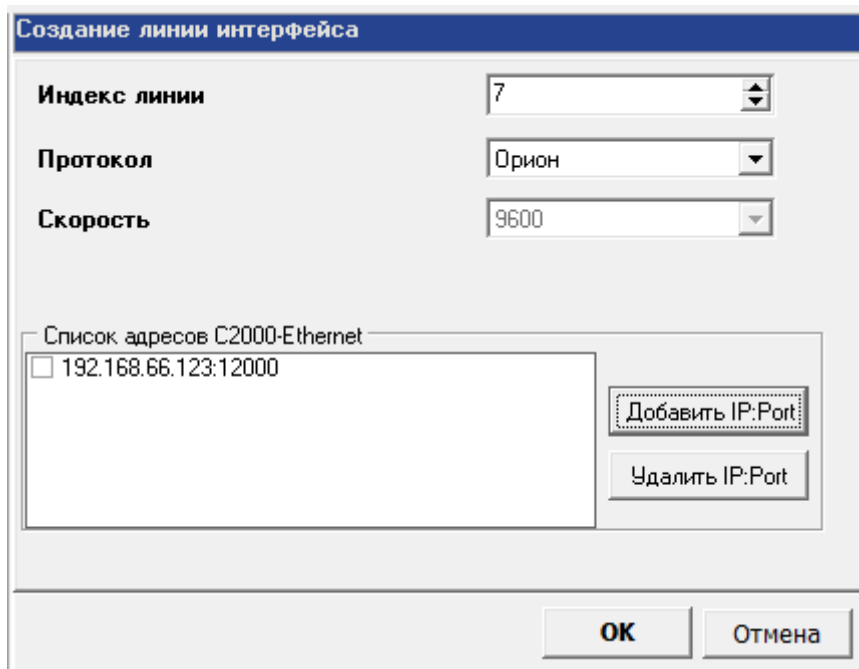

Рисунок 2.11. Окно для создания линии виртуального COM-порта
- Подтверждаем создание COM-порта нажатием кнопки «ОК» (Рисунок 2.11)